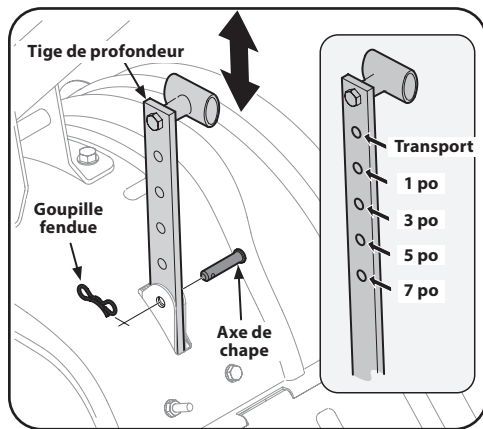

Figure 3-4
1. Lorsque vous utilisez le motoculteur pour la première fois, utilisez le deuxième réglage à partir du haut de la tige (profondeur de labourage d'un pouce). Voir Figure 3-4.
6. Pour ajuster la tige de profondeur, retirez l'axe de chape et la goupille fendue. Placez la tige au réglage désiré et retenez-la avec l'axe de chape et la goupille fendue. Voir Figure 3-4.